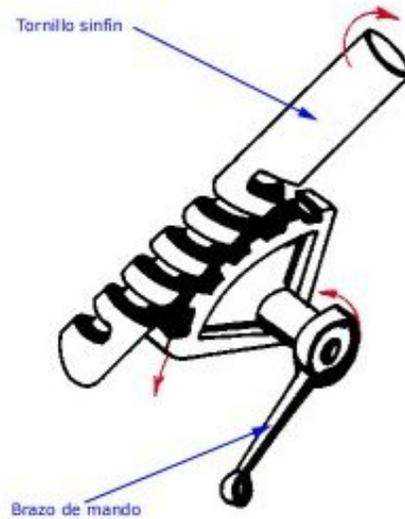

Fig. 1.
- Por tornillo sin fin, en cuyo caso la columna de dirección acaba roscada. Si ésta gira al ser accionada por el volante, mueve un engranaje que arrastra al brazo de mando y a todo el sistema (Fig. 1).